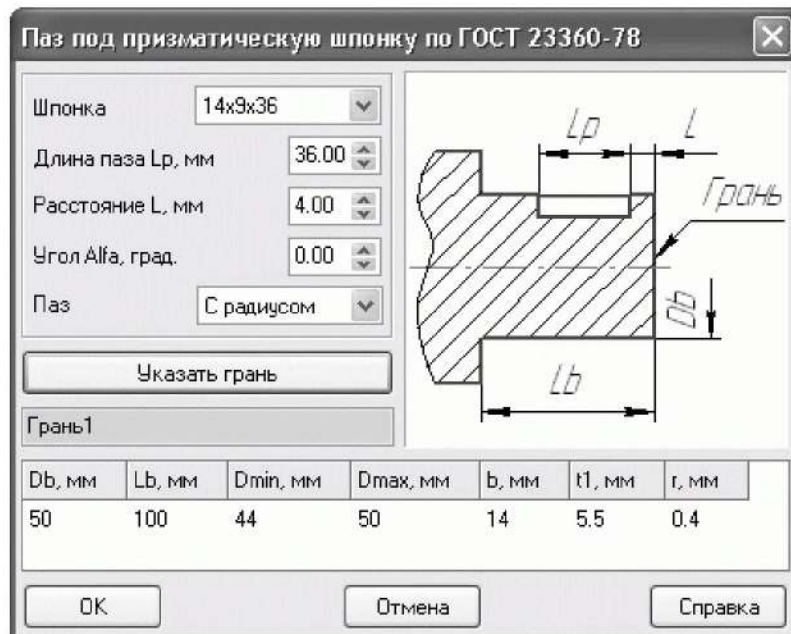

Рисунок 1.9. Диалог настроек параметров шпоночного паза
6. Выполним команду **Шпоночный паз** под призматическую шпонку, чтобы добавить в модель вала этот конструктивный элемент. В качестве опорной укажем цилиндрическую поверхность средней ступени (той, с которой начиналось построение). После щелчка на поверхности появится окно настроек параметров шпоночного паза (рисунок 1.9). Установим длину паза равной 80 мм, а расстояние от края ступени – 10 мм. Нажмем кнопку *Указать грань* и выделим в модели правую боковую грань средней ступени. После этого система сформирует шпоночный паз.